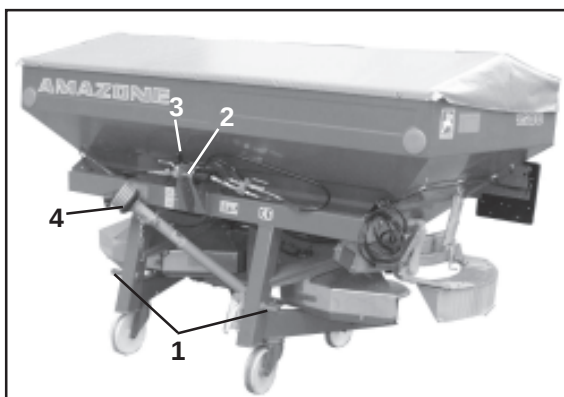
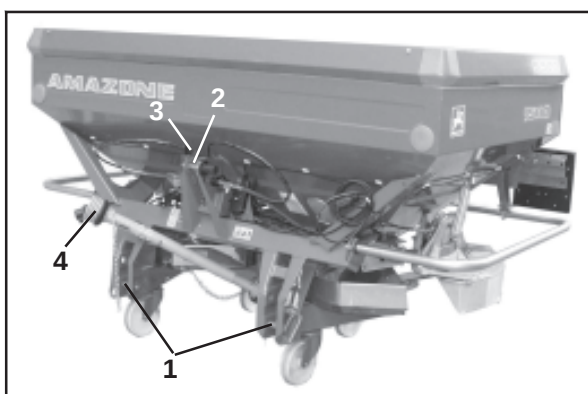

Fig. 5.1
Fig. 5.2
Fig. 5.1 a
- Traktorens liftarme sættes fast med liftarmsboltene (Kat. II) (Fig. 5.1/1 og Fig. 5.2/1) i liftarm konsollens øverste hul og sikres med ringsplit. Ved ZA-M maxiS skal boltene monteres i det øverste hul i topstangsfæstet. Liftarm konsollen har som standard en yderligere liftarmsbefæstigelse, som gør det muligt at montere 120 mm. højere på traktoren (f. eks. til sengødsknig).
- Topstangen fastgøres med splitbolten (Kat. II) (Fig. 5.1/2 og Fig. 5.2/2) og sikres. **Armen (Fig. 5.1/3 og Fig. 5.2/3, Fig. 5.1a/1) skal herved være låst.**
Efter at centrifugalsprederen er stillet hen, lægges kardanaxslen op i holdekrogen (Fig 5.1/4 og 5.2/4).